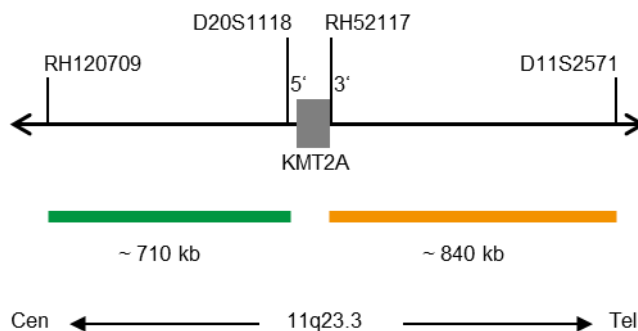

Fig. 1: SPEC KMT2A Mapa de la sonda (no está a escala)
- Polinucleótidos marcados en verde (excitación a 503 nm/emisión a 528 nm) ZyGreen (~10,0 ng/ μ l), dirigidos a secuencias localizadas en 11q23.3* (chr11:117,574,074-118,284,029) proximales a la región del punto de ruptura de KMT2A (ver Fig. 1).
- Polinucleótidos marcados en naranja (excitación a 547 nm/emisión a 572 nm) ZyOrange (~4,5 ng/ μ l), dirigidos a secuencias localizadas en 11q23.3* (chr11:118,399,293-119,237,675) distales a la región del punto de ruptura de KMT2A (ver Fig. 1).